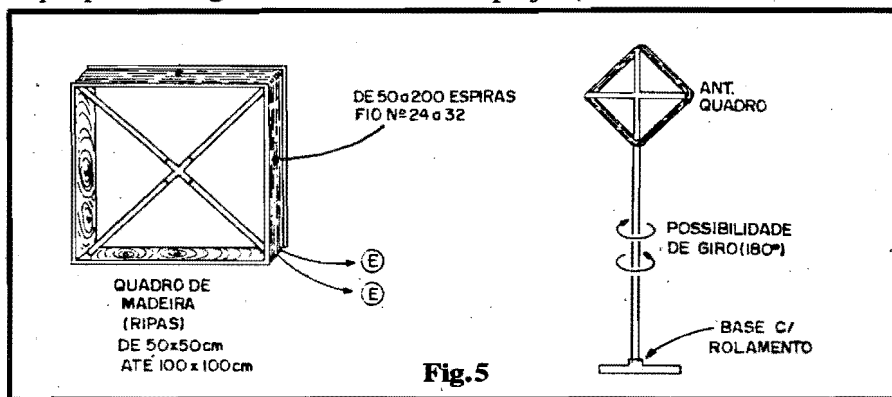
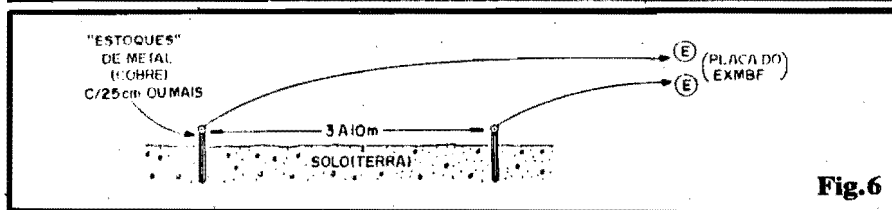

Fig.5
Fig.6
Na verdade, qualquer transdutor capaz de "pegar" manifestações eletro-magnéticas "lentas" e mostrá-las na forma de sinais puramente elétricos, ainda que muito tênues, servirão para excitar a Entrada (pontos E-E) do EXMBF ... Na prática, porém, existem duas "construções" básicas a serem experimentadas pelo Leitor/Hobbysta: a antena de quadro, aérea (fig. 5) e a antena telúrica, geo-sensor (fig. 6). Os dois captadores básicos são um tanto "trambolhudos" (não se pode fugir facilmente de dimensões um tanto avantajadas, quando se lida com Frequência muito baixas, uma vez que os próprios comprimentos de onda envolvidos são também... grandes!) mas suas construções não são difíceis...
- FIG. 5 - A ANTENA DE QUADRO - Para a captação de manifestações eletro-magnéticas atmosféricas ou estratosféricas, de baixa Frequência, esse é o transdutor ideal: a base mecânica da "coisa" é um simples quadro de madeira, feito com ripas, e cujas medidas poderão variar desde 50 x 50 cm, até 100 x 100 cm. Sobre o dito quadro devem ser enroladas de 50 a 200 espiras de fio de co-
- FIG. 6 - ANTENA TELÚRICA (GEO-SENSOR) - Manifestações eletro-magnéticas subterrâneas, que podem ocorrer com maior frequência do que presumimos, devido à fenômenos de deslocamento, acomodação de camadas geológicas, etc., são captáveis a partir de um simples par de "sondas" metálicas enterradas no solo, entre as quais se desenvolverá o sinal elétrico correspondente a tais fenômenos... Basicamente devem ser usado "estoques" de metal bom condutor (cobre, latão, etc.) com pelo menos 25 cm. de "enterramento" (na verdade, quanto mais longo e fundo ficar o "estoque", melhor, mas há, obviamente, um limite prático na "coisa"... e mantendo um afastamento de 3 a 10 metros (de novo, quanto mais "longe" ficarem um do outro as sondas, melhor, porém limites práticos podem levar a uma certa restrição no afastamento...). A cada uma das "lanças" condutoras enterradas, ligue-se um cabo isolado fino, no comprimento necessário, levando-se os dois condutores aos pontos E-E do EXMBF...
Tudo se resume em ligar o conjunto, aplicando-lhe o escolhido sensor (antena ou geo-sensor), colocar o fone nas "orêias", ligar a alimentação, dimensionar o ajuste do potenciômetro e... escutar! Se usada a antena de quadro na fig. 5, ela poderá ser lentamente girada, buscando-se novos direcionamentos que proporcionem boa captação... Também (para o experimenterado juramentado...) podem ser construídas várias antenas, dentro dos parâmetros bastante flexíveis de tamanho/número de espiras/calibre do fio indicados na referida figura, sendo que cada uma delas "otimizará" uma faixa específica de Frequências, na sua captação... E tem mais: o próprio capacitor original de 2n2 do circuito do EXMBF poderá, também experimentalmente, ter seu valor modificador (entre 100p e 100n), na busca de "resonâncias" e sintonias diferentes...